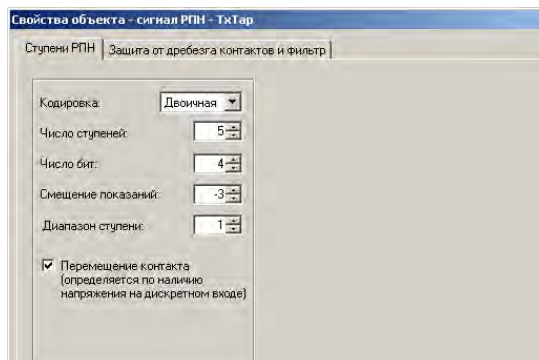

Рисунок 2-35 Примеры характеристик сообщения о положении отпайки устройства РПН
- Должны быть установлены характеристики данного сообщения (см. рисунок 2-35). Для стандартных кодировок (двоичный код, двоично-десятичный код, код "1-из-п") четыре параметра (число отпаек, число бит, смещение показаний и шаг ступени) определяют, какие сообщения в двоичном коде соответствуют каким отдельным отпайкам РПН и в какой форме данные сообщения отображаются на дисплее устройства и в журнале событий.